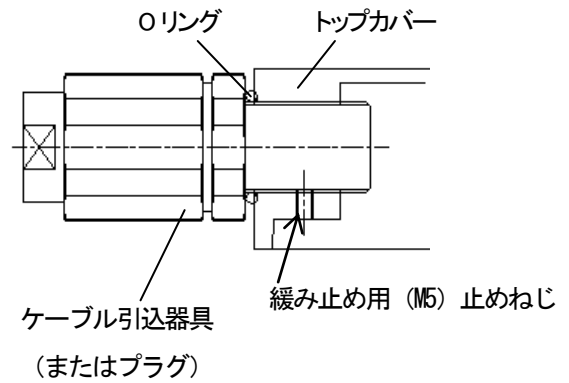
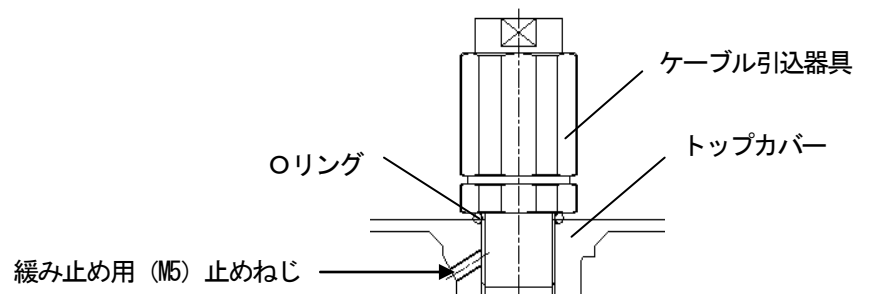

図2-1 ケーブル引込器具接合部の断面図
図2-2 ケーブル引込器具接合部の断面図
- I. ケーブル引込器具が使用するケーブル外径と適合していることを確認してください。適合していない場合は適合するケーブルに交換するか、ケーブル外径に適合するケーブル引込器具に交換してください。ケーブル引込器具にOリングが装着されていることを確認してから、ケーブル引込器具をトップカバー（5箇所より選択）に取り付けてください。取り付けの際には、Oリングが確実に潰され防水性能が確保されるようにしてください。また、取り付け後は、トップカバー内部で付属の緩み止め用(M5)止めねじを締め付け、しっかりと固定してください。(図2-1、図2-2)
- V. ケーブル引込器具を取付しないトップカバーねじ穴 4ヶ所には、付属のプラグでねじ穴を封止してください。プラグにOリングが装着されていることを確認し、付属の六角スパナ（呼び10）を使用して、トップカバーに取付けてください。取付の際には、Oリングが確実に潰され防水性能が確保されるようにしてください。（図 2-1 参照）